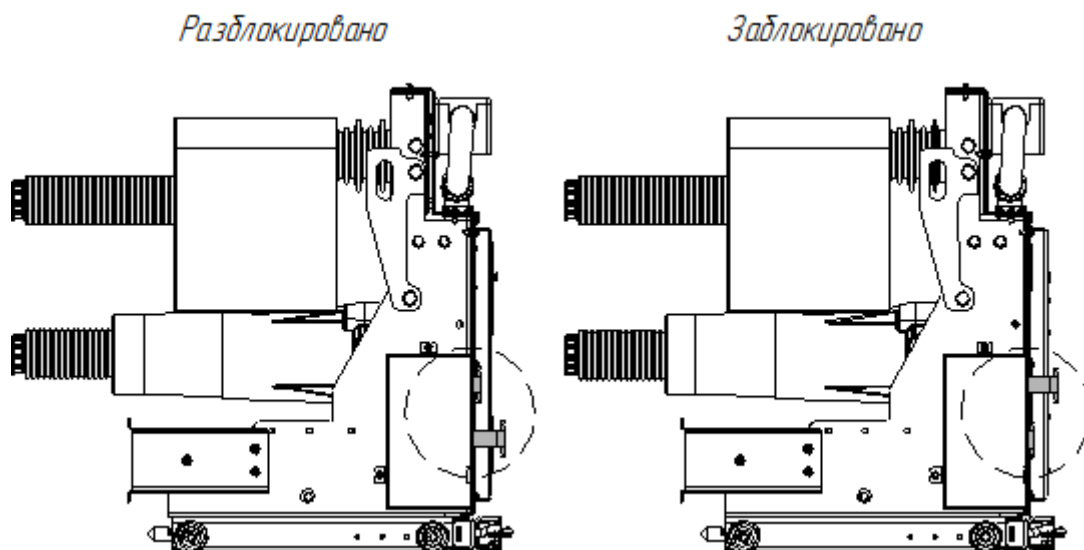

Рисунок 3 – Два положения механизма блокировки и отключения:
- 2) отключить коммутационный модуль и заблокировать (Рисунок 3);